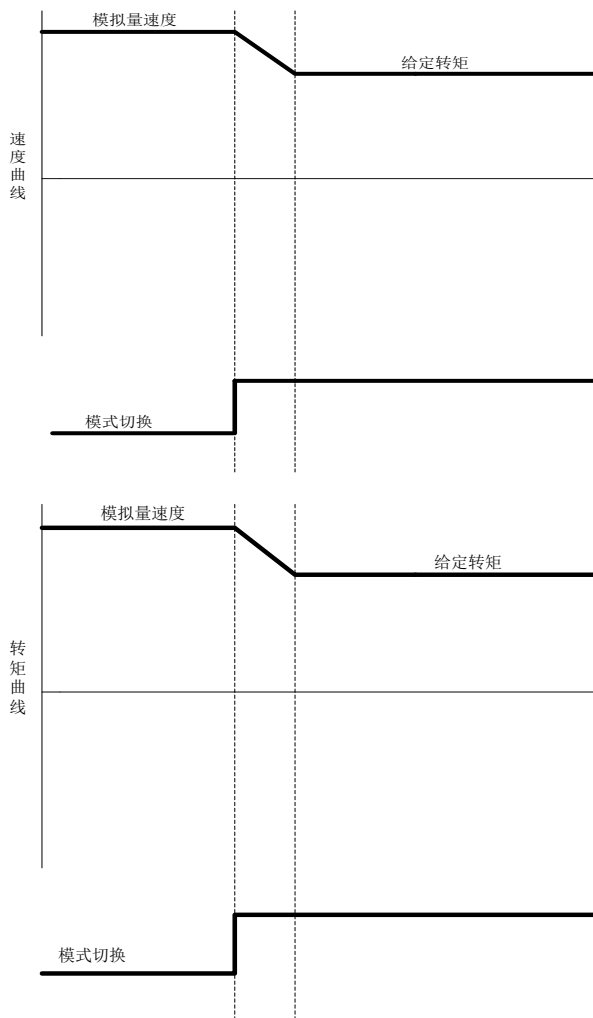

图 6.5.10 速度模式及转矩模式切换时序图
(2) 外部模拟量速度与内部寄存器转矩切换模式、外部模拟量速度与外部模拟量转矩切换模式如图 6.5.10 所示，伺服使能后，当模式切换信号有效时，伺服以转矩模式运行；当模式切换信号无效时，伺服以速度模式运行。